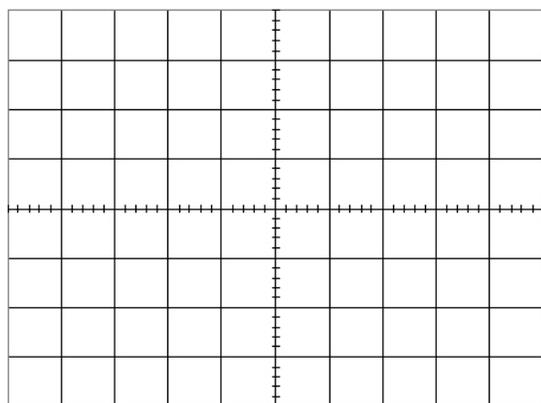

Figura 6. Sétimo passo letra f.
-2V e desene o sinal obtido na figura 6.